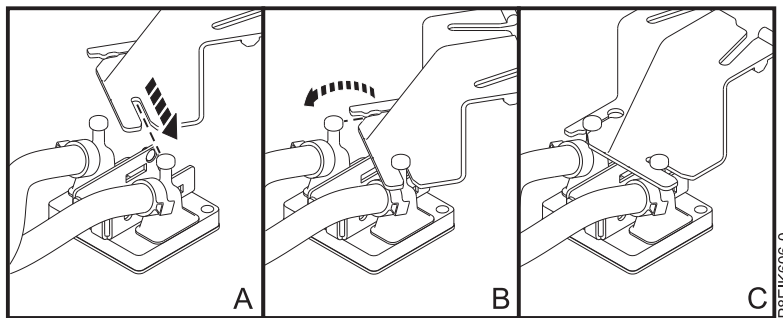

Figure 30. Insertion des broches d'une plaque froide dans la pince
- b. Engagez une broche de la plaque froide dans l'encoche correspondante de la pince (voir A figure 30). Laissez la broche s'engager dans l'encoche sans forcer.
- c. Faites pivoter la plaque froide de manière à engager l'autre broche dans l'autre encoche de la pince (voir B figure 30). Laissez la broche s'engager dans l'encoche sans forcer.